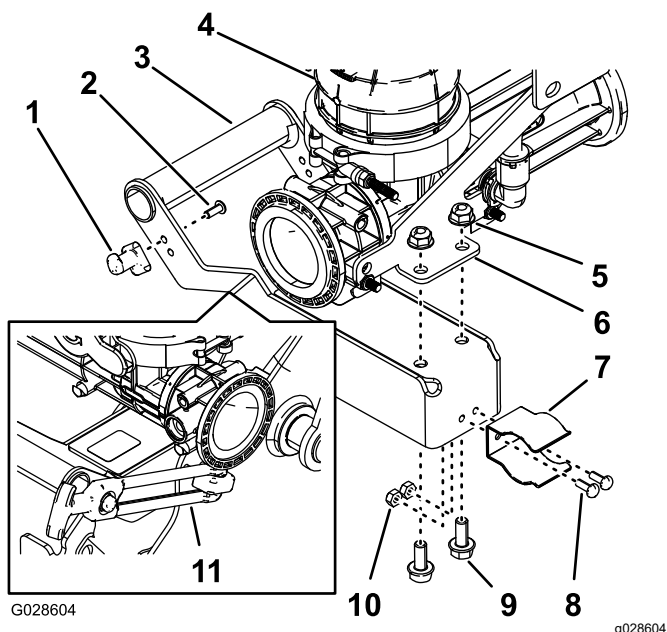

图 11
1. 使用 2 个六角头螺丝#10-24 x ½ 英寸将门锁杆组装到清洁加药器图 11 的手柄上。
2. 使用 2 个螺栓#10-24 x ½ 英寸和 2 个锁紧螺母 (#10-24) 将弹簧夹组装到门锁手柄图 11 上。
3. 使用 2 个凸缘头螺栓5/16 x ¾ 英寸和 4 个凸缘锁紧螺母5/16 英寸将手柄组装到清洁加药器的支架面板上图 11。